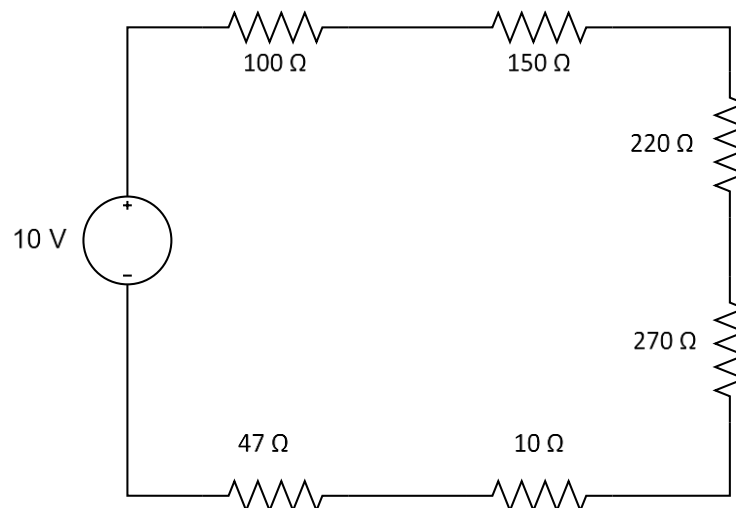

Figura 3.9. Diagrama del circuito en serie con fuente de 10 V.
1.1 Implementa el circuito de la *figura 3.9* en el protoboard. Calibra la fuente de voltaje a 10 V.